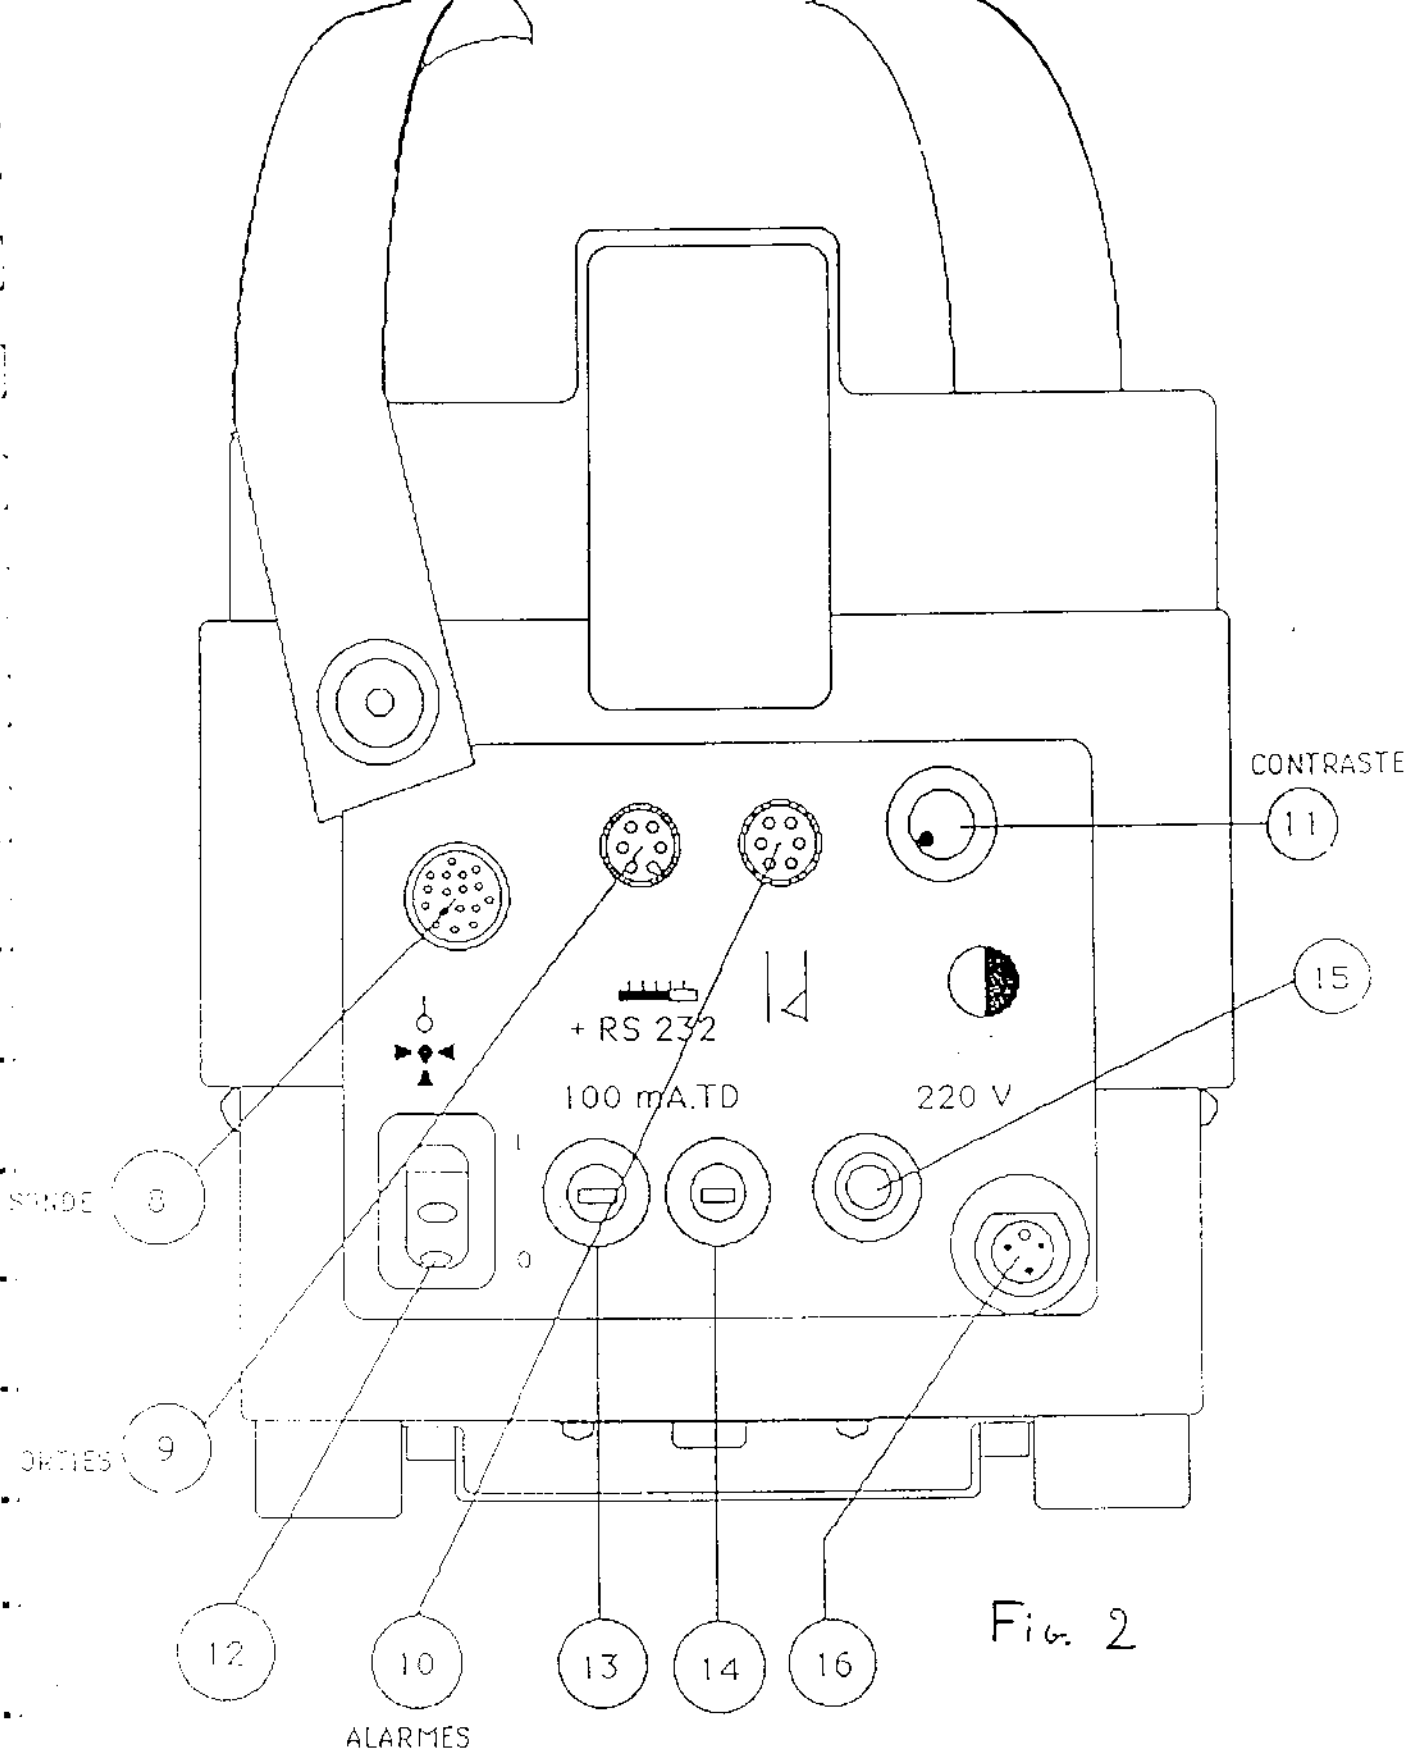

Fig. 2
- Posizionare il pulsante di accensione del IF104 su « 0 » ( pos.12, Fig. 2).
- Collegare lo spinotto della sonda al connettore « 8 » situato sul pannello posteriore del rilevatore (Fig.2).
- Posizionare il pulsante di accensione del IF104 su « I » (pos. 12, Fig 2). La sonda funziona con o senza il carica batterie collegato.
- inserire lo spinotto nel connettore « 10 » (fig.2)
- Il contrasto del display si regola girando il bottone « 11 » (fig.2).